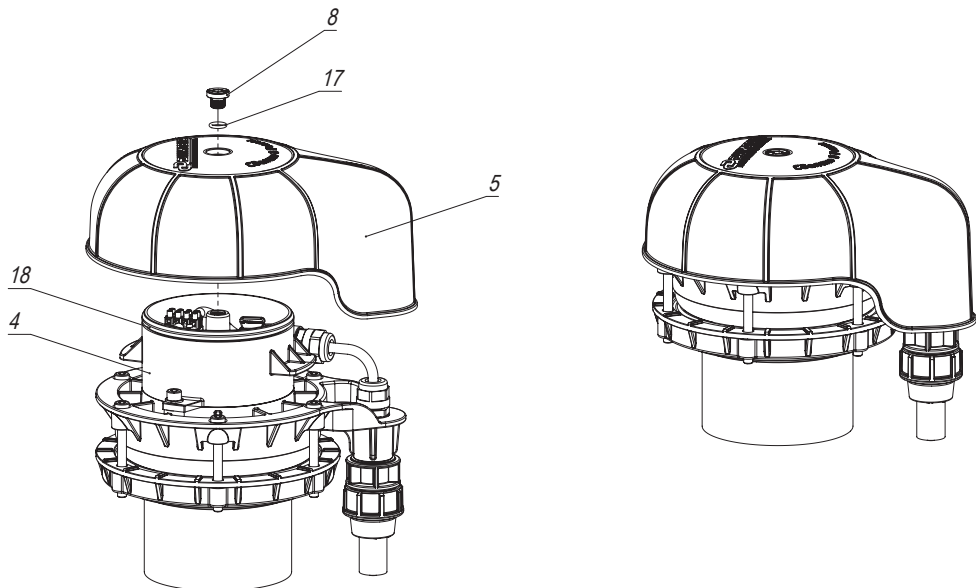

Рисунок 8
На корпус (4) с уплотнительным кольцом (18) устанавливается крышка (5) и фиксируется винтом (8) с уплотнительным кольцом (17) (рисунок 8).